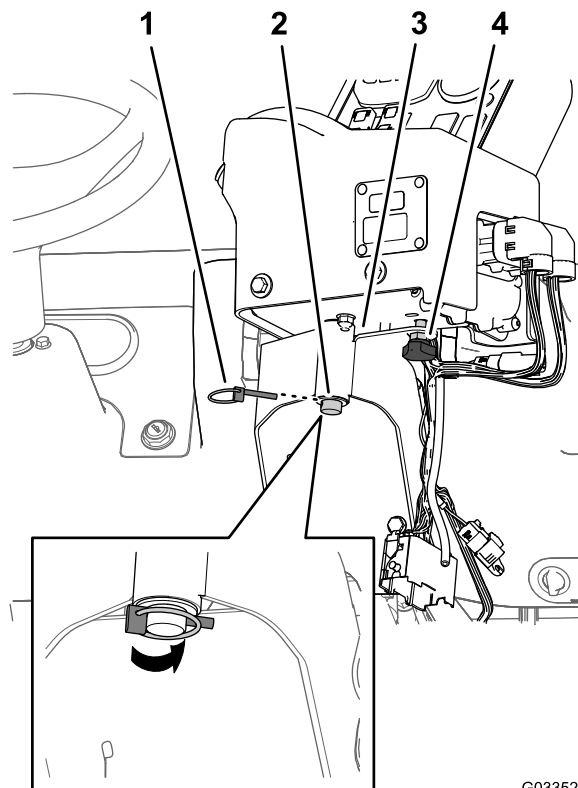

Figura 19
2. Montate il quadro di comando sulla staffa di montaggio di comando e fissatelo con il perno del fermaglio a molla (Figura 19).
3. Montate la manopola e serratela onde evitare che il quadro ruoti durante l'utilizzo (Figura 19).